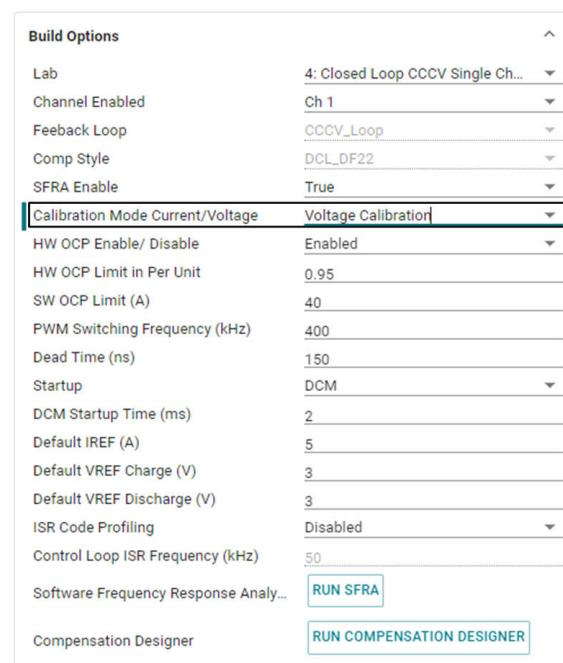

図 3-34. 電圧キャリブレーションのビルド オプション
5. SYS CONFIG ページを開いてラボ 5 を選択し、[Calibration Mode] を [Voltage Calibration] に設定します。図 3-34 に、電圧キャリブレーションの SYS CONFIG ページの設定を示します。